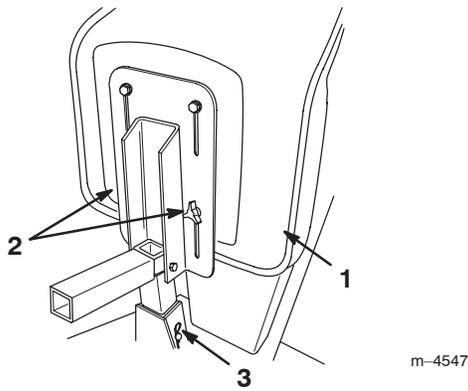

Figure 10
3. Desserrer les boutons sur le fond du siège (Fig. 10) et rapprocher ou reculer le siège selon les besoins.
4. Pour modifier la hauteur du siège, retirer la goupille épingle et l'axe du pied du siège (Fig. 10) et lever ou abaisser le siège selon les besoins.